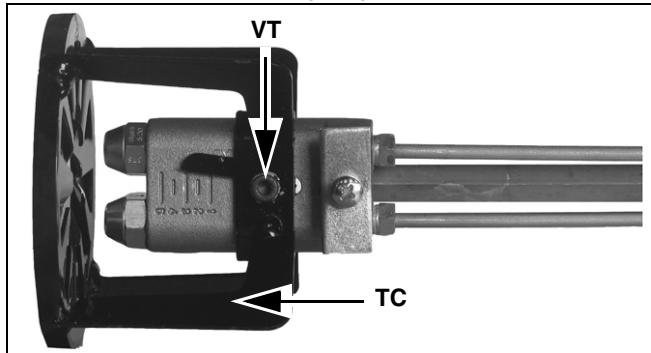

Рис. 51
- Открутить шестигранный винт VT и вынуть голову сгорания ТС, как изображено на Рис. 51 - Рис. 51.
- Открутить форсунки, используя два ключа (на 16 и 24 мм), см. Рис. 51.